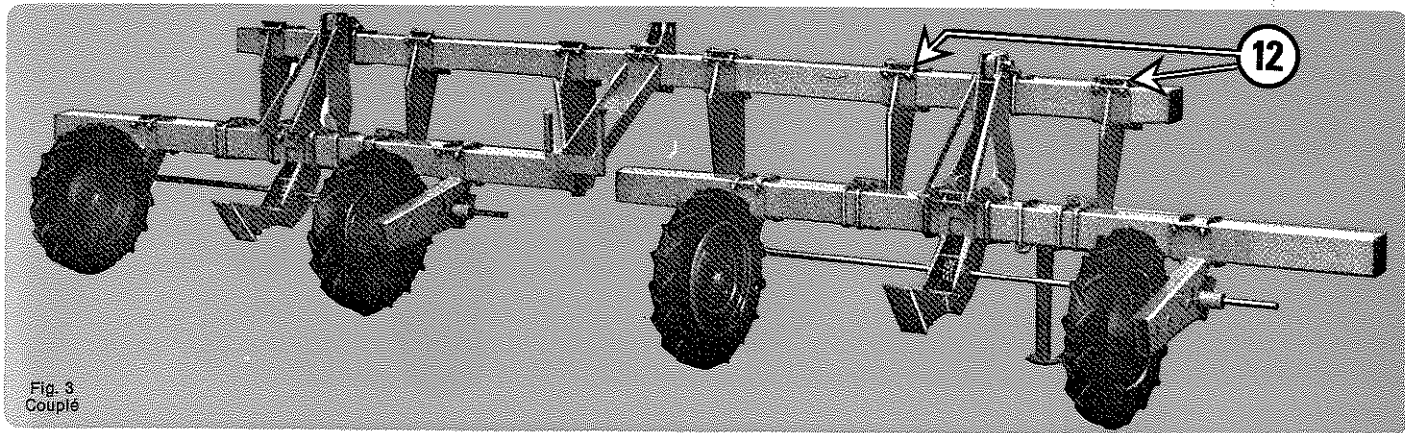

Fig. 3
**Châssis couplés** (fig. 3) - Même ordre de montage que ci-dessus pour chacun des 2 semoirs - L'écartement des pièces d'accouplement (12) dépendra de l'inter-rangs réalisé, toutes les possibilités étant permises.
### Coupled frames (fig. 3).